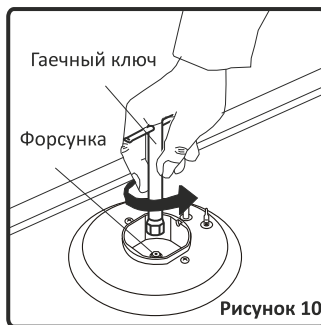

Рисунок 10
- Отвинтите форсунки. Используйте для этого семимиллиметровый гаечный ключ (рис. 10).